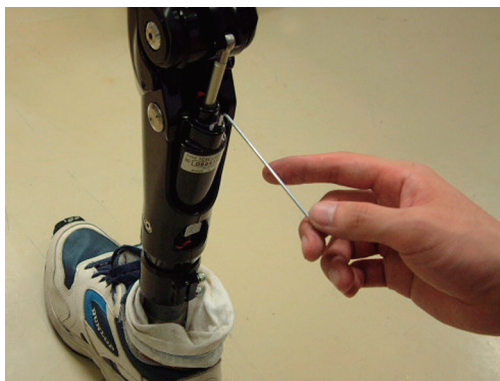

Fig. 16 Procédure de serrage du clapet d'amortissement
- 1 Comme le montre la Fig. 16, tournez le clapet d'amortissement avec une clé hexagonale (2 mm).